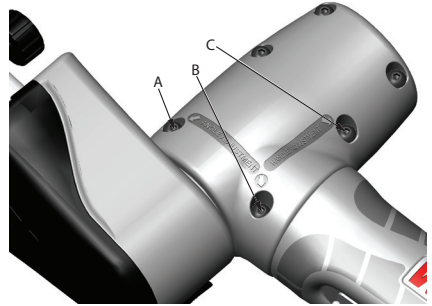

Abb. 4
2. Lösen Sie die M4 Kopschrauben "A" und "B": (Siehe Abb. 4.)
2. Lösen Sie die M4 Kopschrauben "B" und "C": (Siehe Abb. 4.)